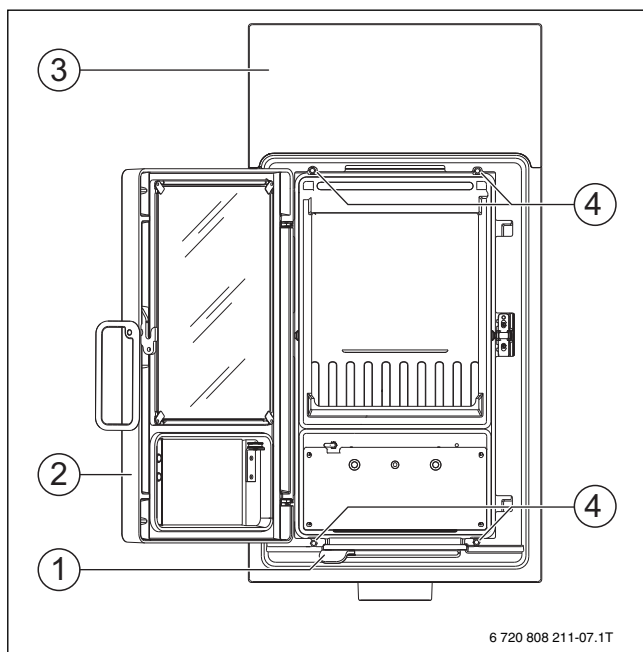

Bild 10 Frontplatte montieren
- Griff des Verbrennungsluftschiebers (→ Bild 10, [1]) auf das Verbrennungsluftschiebergestänge aufstecken und mit den Schrauben befestigen.